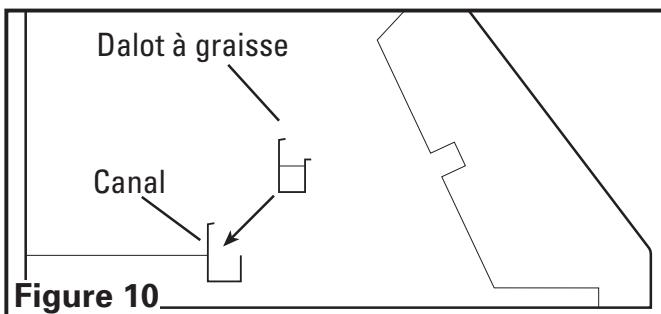

Figure 10
2. Si le dalot à graisse rétractable compris n'est pas déjà installé dans la hotte, l'insérer dans le canal intérieur arrière de la hotte. Assurez-vous que le côté le plus long du dalot fait face vers l'arrière de la hotte (**Figure 10**).